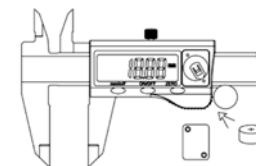

Fig. 7
2. Enlevez le couvercle arrière et retirez ensuite la pile (fig. 7).